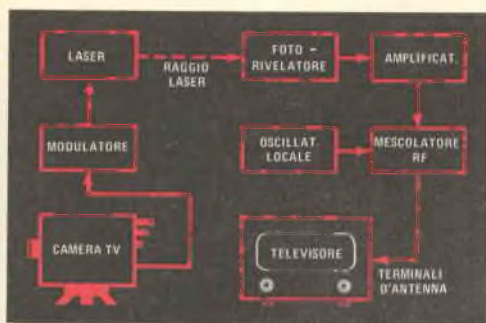

Fig. 1 - Schema a blocchi del collegamento video laser.
**Sistema completo** - Lo schema a blocchi del sistema laser TV completo è riportato nella *fig. 1*. Il segnale d'uscita (video od audio, non entrambi contemporaneamente) proveniente dalla camera TV è tipicamente dell'ordine di 1 V da picco a picco. Questo segnale viene immesso nel modulatore laser, il quale è stato progettato per dare un guadagno di 2 mA/V. Quindi, l'uscita video di 1 V da picco a picco, proveniente dalla camera TV, dopo essere passata attraverso il